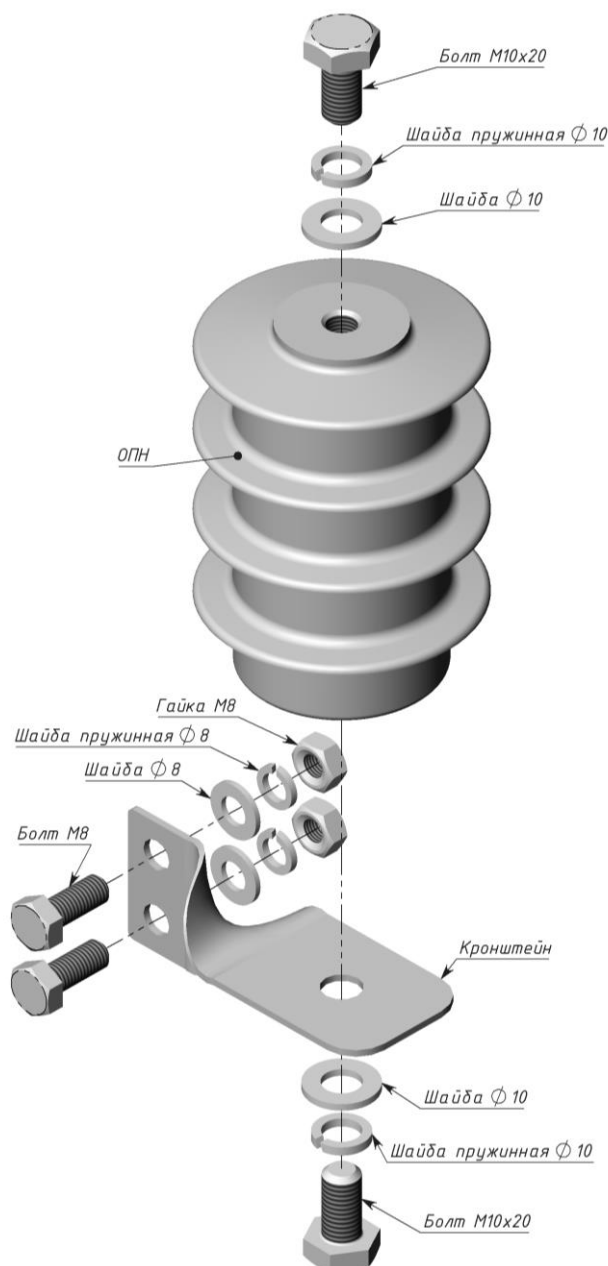

Рис.1. Монтаж ОПН-Р.
12.3. Ограничители монтируются согласно рис.1.